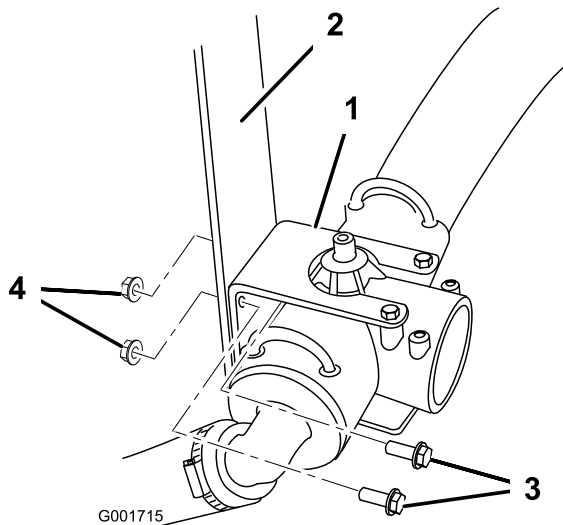

Figura 7
2. Rimuovete i due bulloni e i due dadi che fissano il raccordo a T e la relativa staffa di montaggio al veicolo (Figura 7). Conservate gli elementi di fissaggio per il loro successivo riutilizzo.